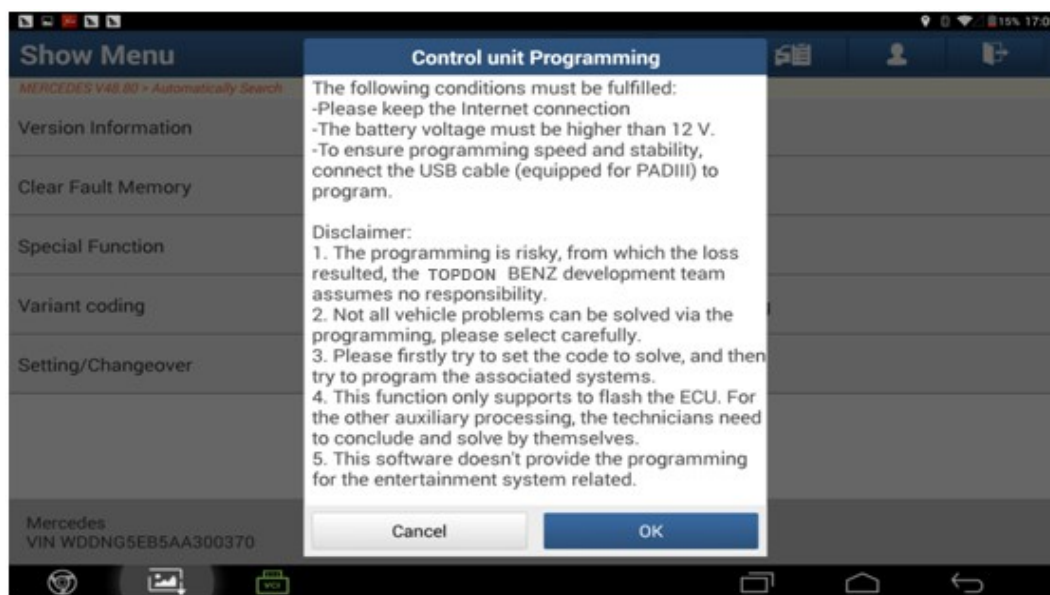

Fig. 8
8. Ci possono essere alcuni rischi durante la programmazione, si prega di prestare attenzione a visualizzare i suggerimenti e le precauzioni, quindi selezionare "OK" per continuare. Vedere la Fig. 8;